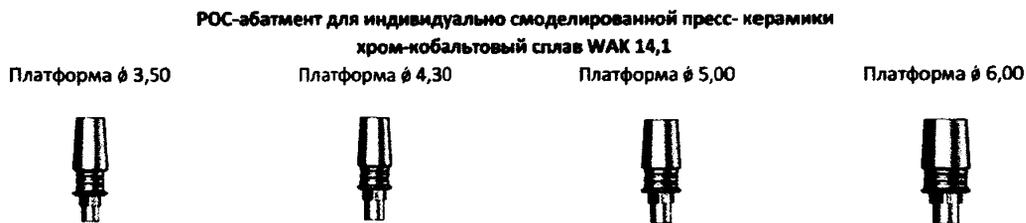

Рисунок 5. РОС- абатменты
4. высокоэстетичная конструкция из керамики, нанесенной методом прессования - используются *РОС- абатменты* (см. рис. 5).